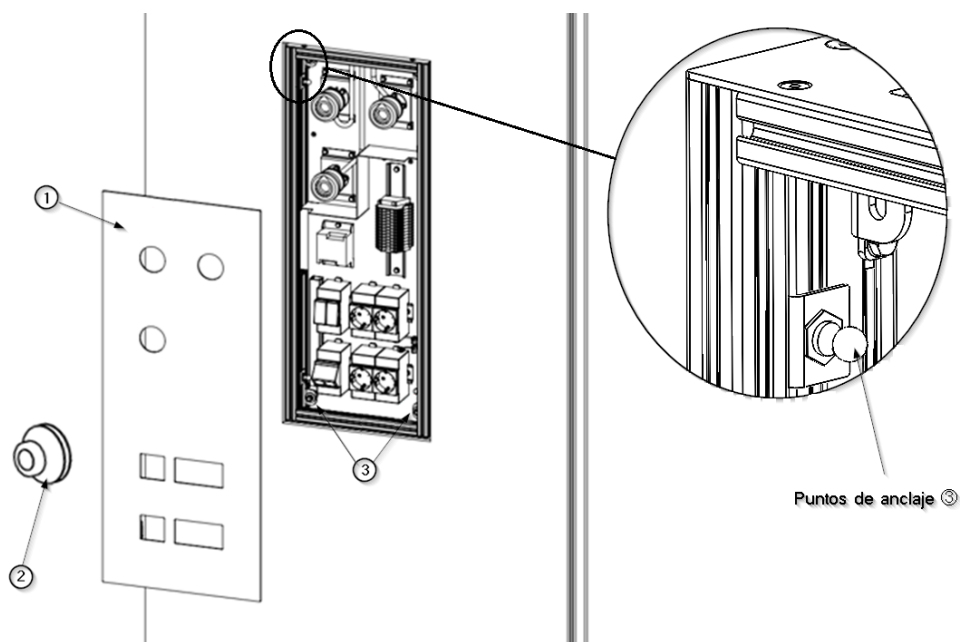

Abb. 3 Entfernen der Frontabdeckung des ANTEA
- Entfernen Sie die Abdeckung ① mit Hilfe des Saugnapfes ②, wie in Abbildung 3 dargestellt. Alle Schaltkreise, sowohl für Gase als auch für Strom, Sprache und Daten, liegen nun frei.
- Um sie wieder anzubringen, halten Sie die Abdeckung an die Verankerungspunkte ③.
- Drücken Sie die Abdeckung im Bereich der Befestigungspunkte ③ fest, bis Sie ein Einrasten hören.